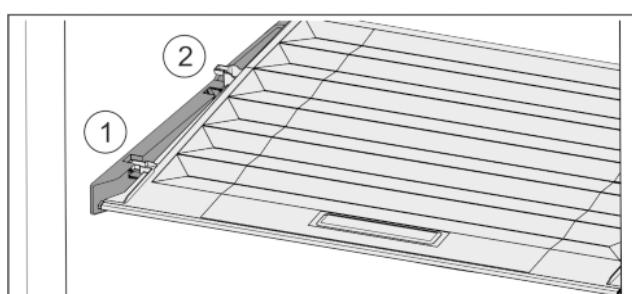

Fig. 28
- Veko potiahnite dopredu až k otvoru v prídržných dieloch Fig. 28 (1).
- Vzadu ho nadvihnite zospodu a zložte smerom nahor Fig. 28 (2).